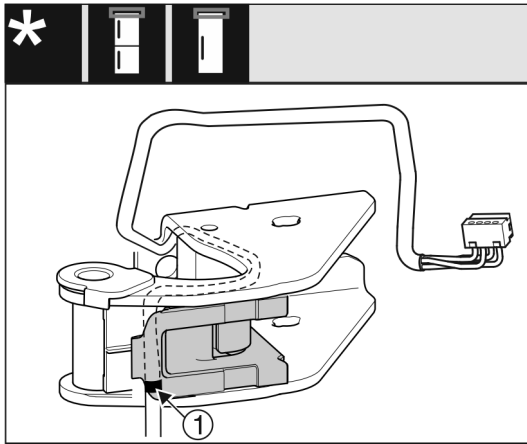

Fig. 28
- ▷ 中间标识必须位于电缆支架的边缘 Fig. 28 (1)。